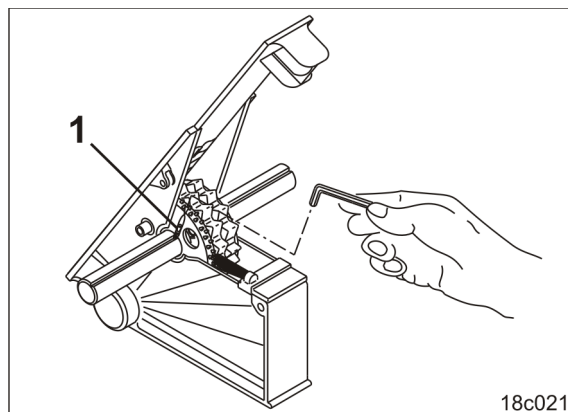

Fig. 247
3. Løsn de nye køresporsåhjuls indvendige unbrakoskruer (Fig. 247/1), indtil de nye køresporsåhjul kan drejes frit på såakslen.